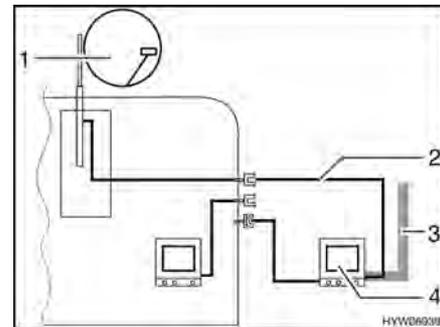

Fig. 126 TV nella tenda veranda
- TV nella tenda veranda (Fig. 126,4): Collegamento all'antenna del tetto (Fig. 126,1) con cavo di collegamento (Fig. 126,2)
- TV nella tenda veranda (Fig. 126,4): Collegamento a antenna esterna (Fig. 126,3)